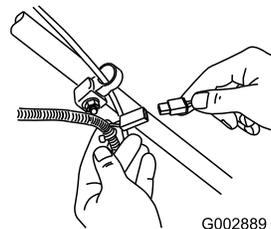

Bild 22
1. Schließen Sie das Ladegerät an den Kabelbaum an, der sich unter dem Zündschloss befindet (**Bild 22**).